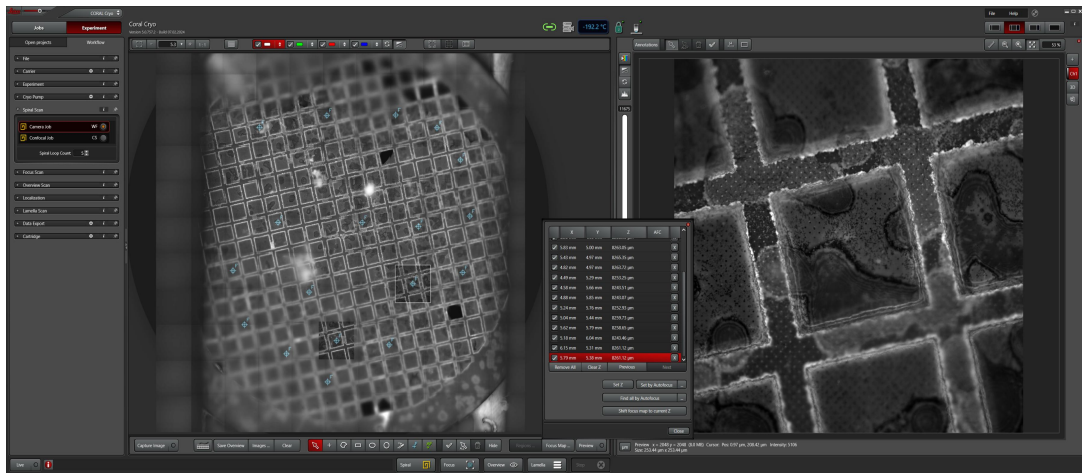

图 25
3. 使用画图工具圈出 grid 区域（可选择形状），根据 Spiral 结果，点击“+F”手动添加 focus point，一般在模糊的区域和感兴趣的区域加点如图 25。切到感兴趣的荧光通道，在 focus